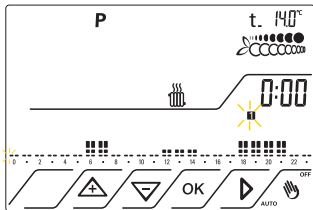

Fig.25
6.5 Premere il tasto OK per modificare il programma **1** del Lunedì fig.25. Sul display si può notare che:
- L'icona **1** Lampeggia Fig.25
- L'orologio segna l'ora 0.00 relativa al segmento lampeggiante Fig.25